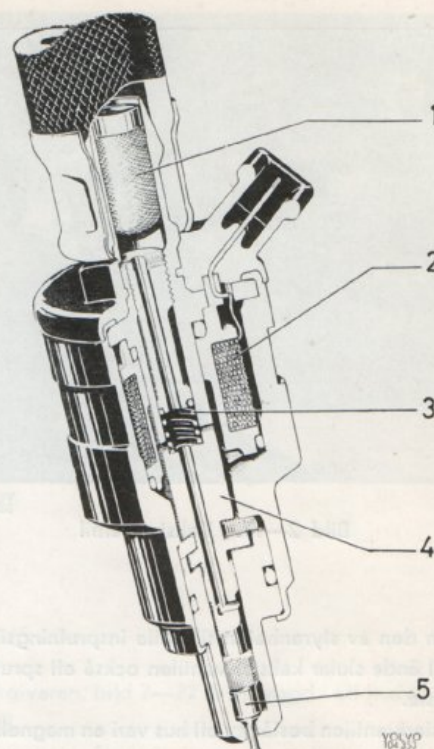

Bild 2—16. Insprutare
Detta innebär att insprutare 1 och 4 sprutar in då respektive insugningsventil är öppen men att insprutare 2 och 3 sprutar in då resp. insugningsventil är stängd och att bränslet i det senare fallet lagras i insugningskanalen tills insugningsventilen öppnar. Insprutaren består av ett hus som innehåller en tätning, magnetlindning samt retur fjäder, bild 2—16. Då magnetlindningen (2) är strömlös pressar retur fjädern (3) tätningssålen (5) mot ett säte varvid nålen stänger av bränsletillförseln.